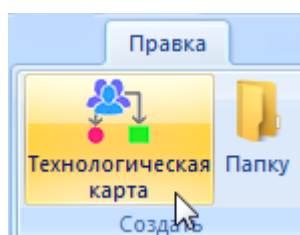

Рис. 17-32 – Панель «Создать»
3) Нажать кнопку «Технологическая карта» панели «Создать» (рис. 17-32). Выбранная папка раскроется и в ней появится новая техкарта.